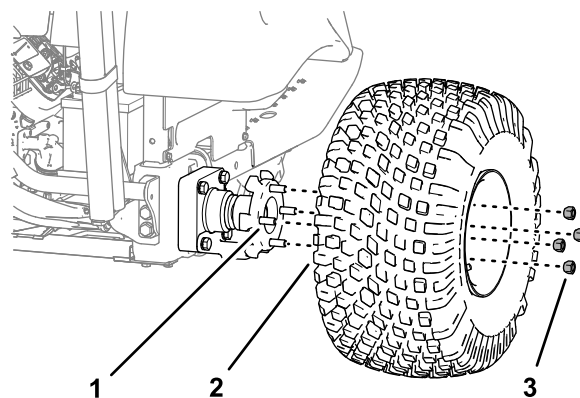

Рисунок 30
2. Отверните 4 колесные гайки, которые крепят колесо к ступице, и снимите колесо с шиной (Рисунок 30).
7. Установите колесо с шиной на шпильки ступицы колеса (Рисунок 30) с помощью 4 колесных гаек, снятых при выполнении пункта 2, и затяните гайки от руки.